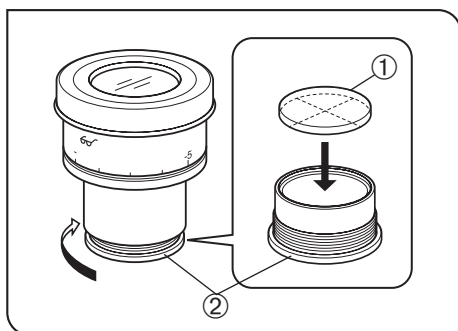

Рис. 33
### 3 Установка микрометрического диска в окуляр (Рис. 33)
При пользовании окулярами WHN10X-H можно вставить в окуляр микрометрический диск. Используйте микрометрический диск диаметром 24 мм и толщиной 1,5 мм. В соответствии с рис. 33, повернув встроенную обойму микрометра ② в направлении стрелки, снимите ее с окуляра и поместите микрометрический диск ① в обойму так, чтобы поверхность с маркой модели была обращена вниз.